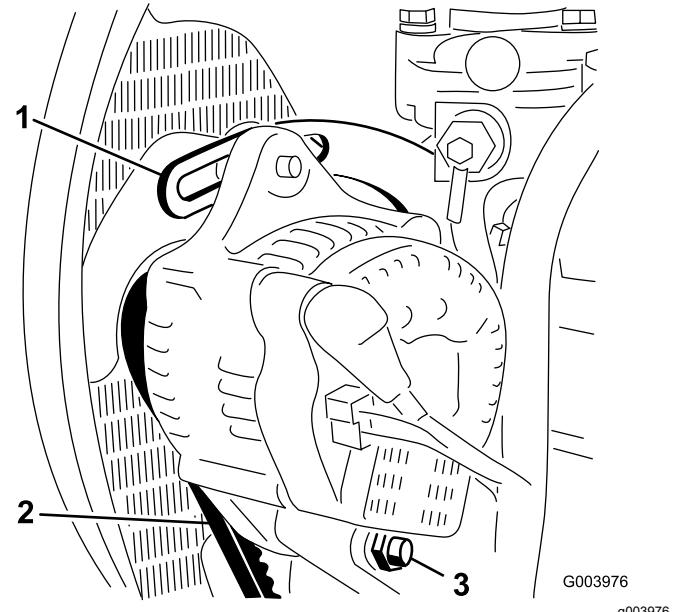

Figura 58
2. Compruebe la tensión de la correa del alternador flexionándola (Figura 58) en el punto intermedio entre las poleas del alternador y del cigüeñal con una fuerza de 10 kg (22 libras).
4. Afloje el perno que fija el tirante al motor (Figura 58), el perno que fija el alternador al tirante y el perno de pivoté.